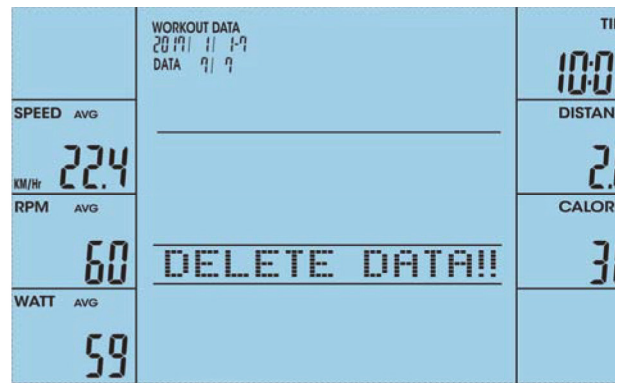

Fig. 58
2. Vælg data, og tryk på SAVE/DELETE. Bekræft sletningen af dataene med ENTER (fig. 58).